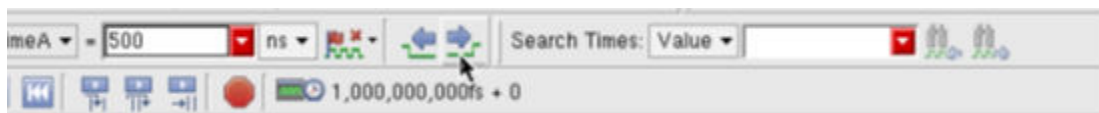

图14
(3)选中一个信号，如clk，点击图14 中所示按钮，可以快速定位此下一个跳变沿并给出当前各信号的值。